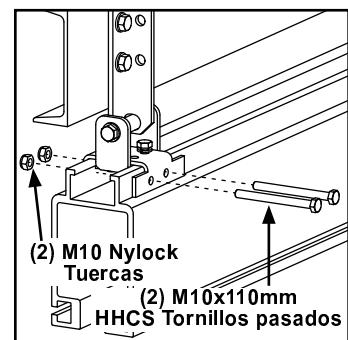

Figura 3-11
- Paso 3. Instale dos (2) Tornillos M10 x 110 mm HHCS con tuerca Nylock. **Apriete hasta que asienten + 1/4 de vuelta**. No apretar de más. Puede doblar el soporte. Vea Figura 3-11.